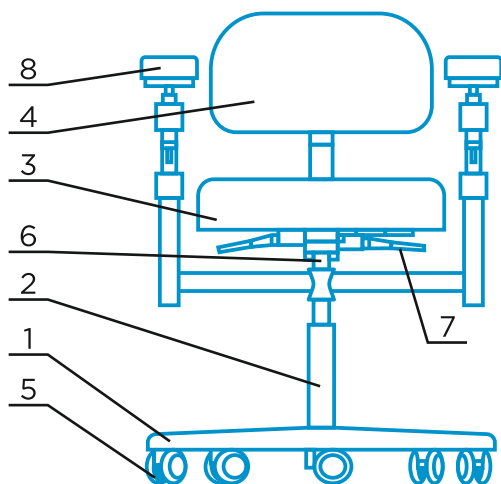

Рис. 1. Стул медицинский MedErgo-781:
4.2. Крестовина (1) (см. рис. 1), установлена на поворотных колесах (5). В центре крестовины установлен газлифт (2), на шток которого (коническая часть) установлена пластина а, на ней крепится сиденье (3).